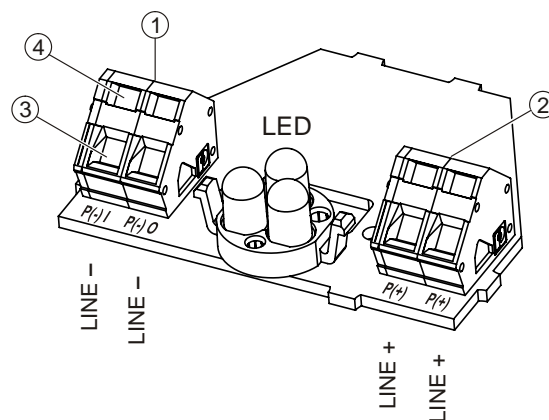
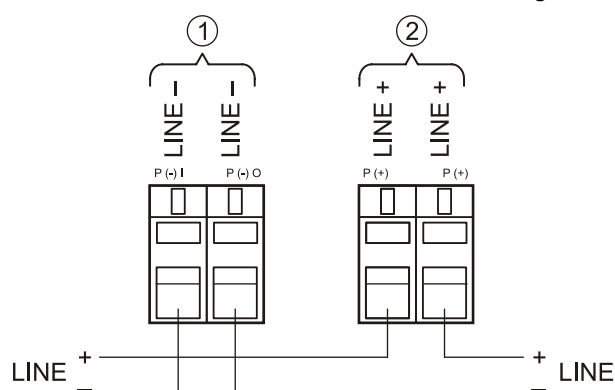

Fig. 3
Fig. 6
3. Connect the alarm indicator in accordance with the connection diagram (Fig. 3, Fig. 6).
4. Connect the alarm indicator in accordance with the connection diagram (Fig. 3, Fig. 6).
Line connection (Fig. 3)
Connection diagram (Fig. 6)
3. Schließen Sie den Alarmindikator gemäß Anschlusschema (Fig. 3, Fig. 6) an.
4. Schließen Sie den Alarmindikator gemäß Anschlusschema (Fig. 3, Fig. 6) an.
Leistungsanschluss (Fig. 3)
Anschlusschema (Fig. 6)
3. Raccordez l'indicateur d'action conformément aux schémas de raccordement (Fig. 3, Fig. 6).
4. Raccordez l'indicateur d'action conformément aux schémas de raccordement (fig. 3, fig. 6).
Raccordement des câbles (fig. 3)
Schéma de raccordement (fig. 6)